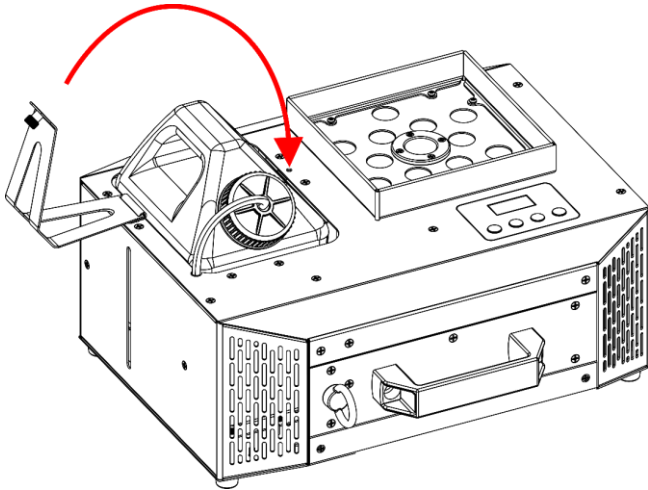

Fig. 36
- 11) Incline el **soporte del depósito de líquido (03)**, como se muestra en la Fig. 36.